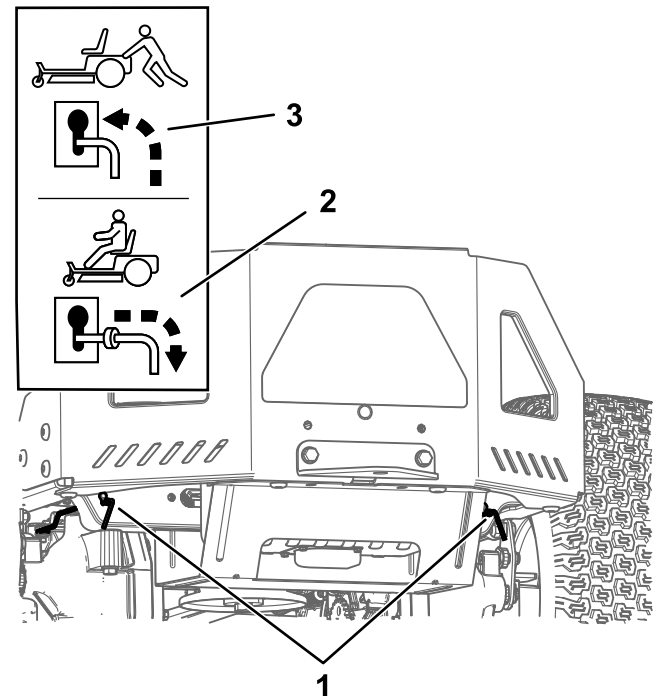

Figura 31
4. Deplasați ambele manete de bypass spre față i în jos prin orificiu pentru a le bloca (Figura 31).